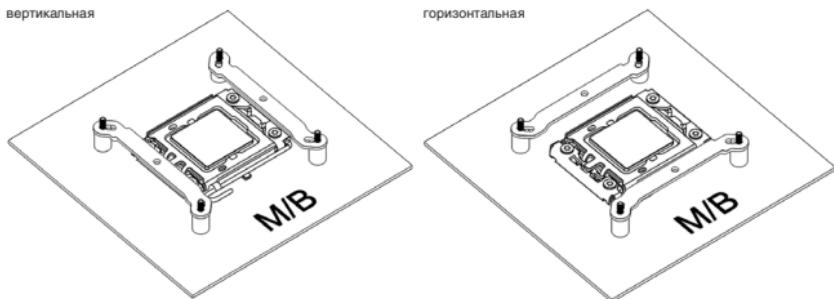

Рис. 7
**Установка на сокетах Intel – см. Рис. 7, 14**